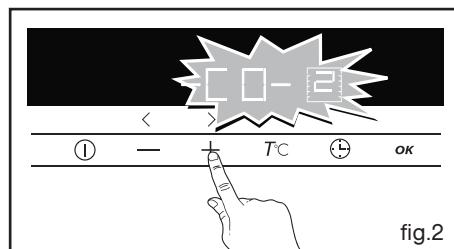

fig.2
- Ajustez le contraste à l'aide des touches + ou - (fig.2).